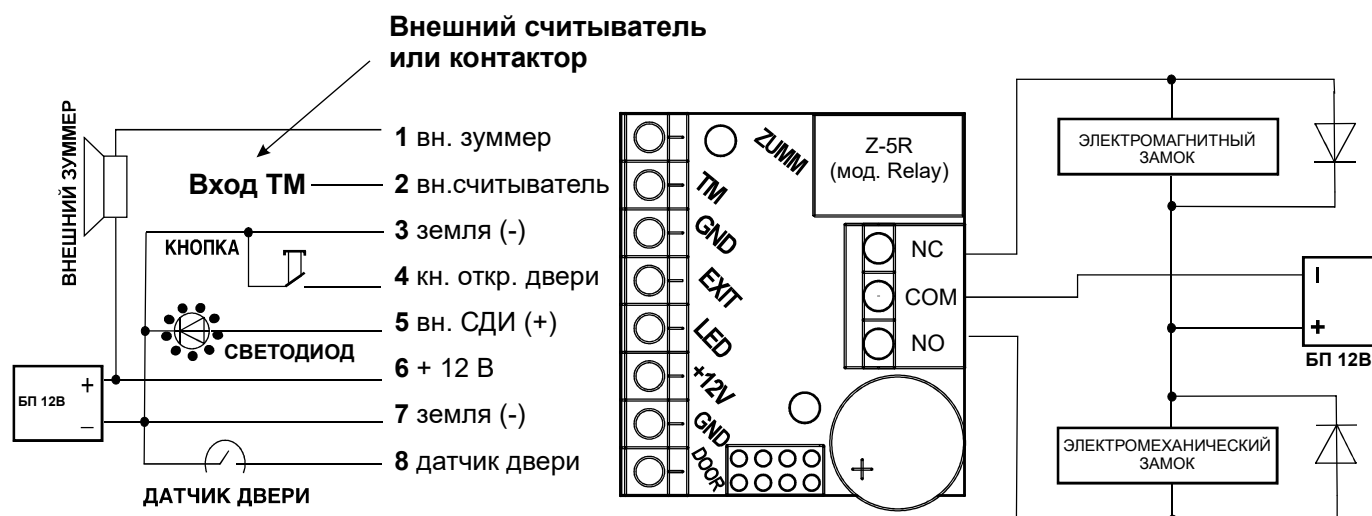

Рис.6 Подключение внешних устройств.
Важно! Для защиты контактов реле от выгорания при подключении индуктивной нагрузки в виде электромеханического или электромагнитного замка следует параллельно обмотке замка установить шунтирующий диод, входящий в комплект поставки (см. рис.6).
4. Установите шунтирующий диод (см. Рис.6) в случае использования индуктивной нагрузки (электромагнитный или электромеханический замки).